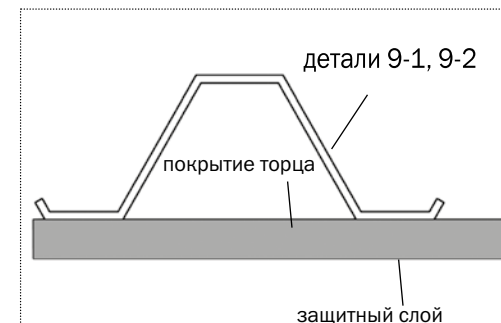
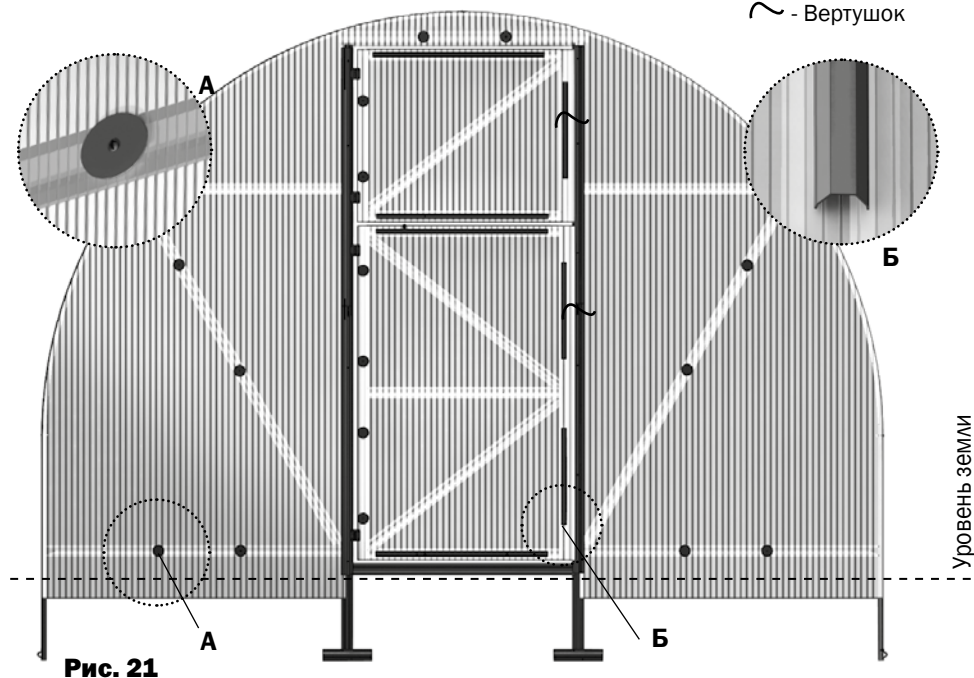

Рис.15
Рис. 21
2. Установите боковые куски покрытия торца в соответствии с **рис.15**. Придерживая кусок покрытия, закрепите его винтами с шайбами по деталям **11** и **8** (**рис.21**). Отверстия для винтов выполняются сверлом диаметром 4 мм изнутри теплицы через готовые отверстия в деталях каркаса.
3. Состыкуйте детали **9-3** и **9-4** (**рис.16**) и установите их в соответствии с **рис.17** и **рис.20**, оставляя отверстия под вертушки. Вырежьте куски покрытия для установки над дверными проемами и установите их, закрепив шайбами (**рис.21**)
5. Закрепите куски покрытия на форточке и двери по стороне навеса петель шайбами, а про другим сторонам - прижимами (**рис.21**), предварительно закрыв соты (оклеив их скотчем). По сторонам, противоположным петлям покрытие должно выступать за каркас на 15 мм (**рис.20**)
7. Шайбы и прижимы на торце устанавливаются в соответствии с **рис.21**.